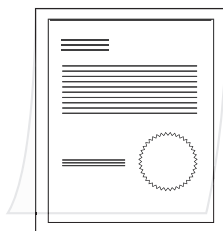

fig 2
2. Insert the pouch with the item (figure 2), sealed edge first straight into the laminator.
2. Insérez la pochette avec le document (figure 2), le côté scellé en premier directement dans la machine à plastifier.